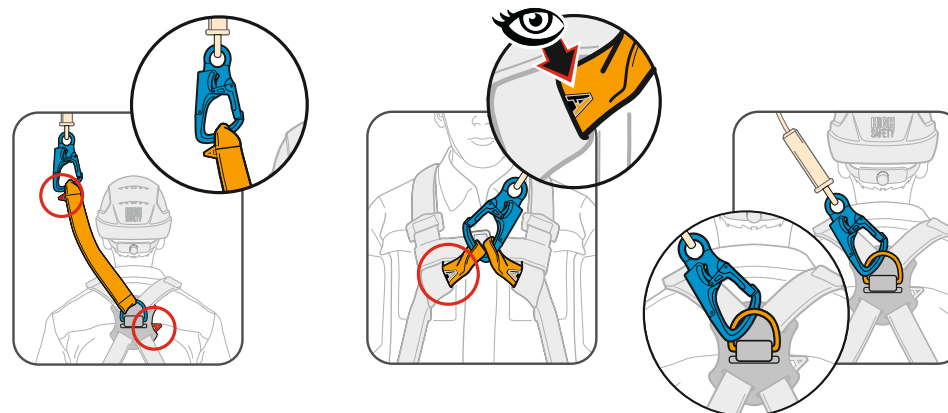

Рис. 7 Крепление соединительной подсистемы к анкерным точкам на привязи.
4. Соединить карабин соединительной подсистемы с точкой крепления привязи с маркировкой «А» (буква «А» должна быть полностью закрашена) (**рис. 7**) или соединив одновременно с двумя точками крепления, обозначенными двумя половиной буквы «А».